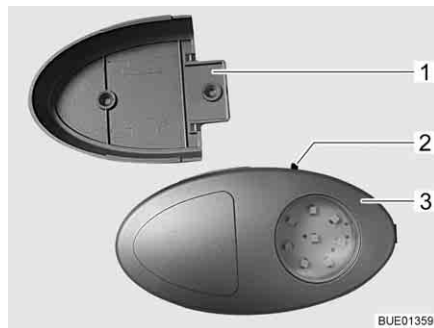
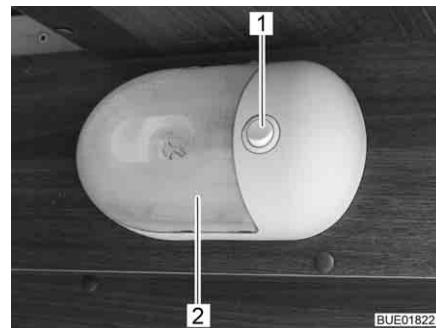

Fig. 97 Lámpara del armario ropero / linterna
Fig. 98 Lámpara del armario ropero
- ▷ La lámpara del armario ropero puede ser extraída del soporte atornillado (Fig. 97,1) y ser usada como linterna.
El interruptor (Fig. 97,2 ó bien Fig. 98,1) está instalado directamente en la lámpara del armario ropero (Fig. 97,3 ó bien Fig. 98,2).